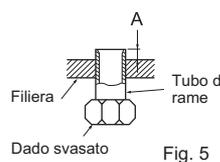

Fig. 5
- Inserire il tubo di scarico nella manica foro muro (C) e agganciare la parte superiore dell'unità interna alla piastra di installazione (1). Quindi, spostare completamente l'unità interna sulla sinistra in modo da facilitare il posizionamento della tubazione nello spazio sul retro dell'unità.
- Ritagliare un pezzo di cartone dalla scatola di spedizione, arrotolarlo, agganciarlo sul costolone posteriore e utilizzarlo come distanziatore per sollevare l'unità interna. (Fig. 5)
- Collegare il tubo del refrigerante al tubo di estensione (B).
- Inserire la parte inferiore dell'unità interna nella piastra di installazione (1).